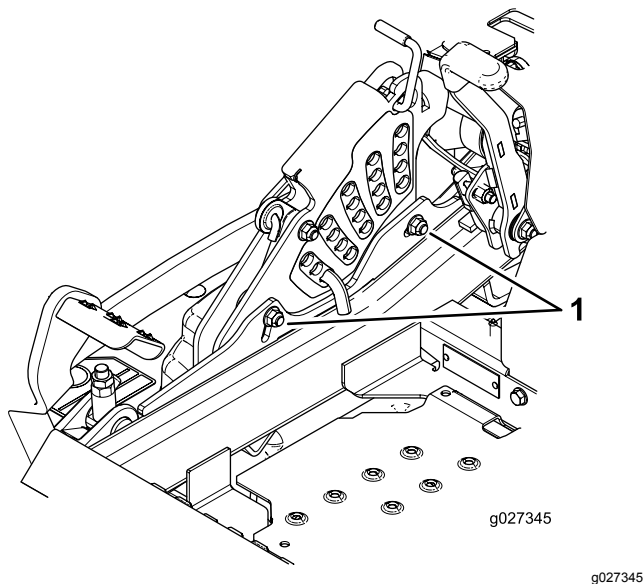

**Figura 91**
10. Si es necesario, afloje la contratuerca con arandela prensada del lateral de la horquilla y la contratuerca de la parte superior. Gire el tornillo de ajuste hasta obtener una altura de 7.6 mm (3") (Figura 91).
16. Gire el tornillo de ajuste hasta obtener una altura de 8.3 mm (3 1/4") (Figura 91).